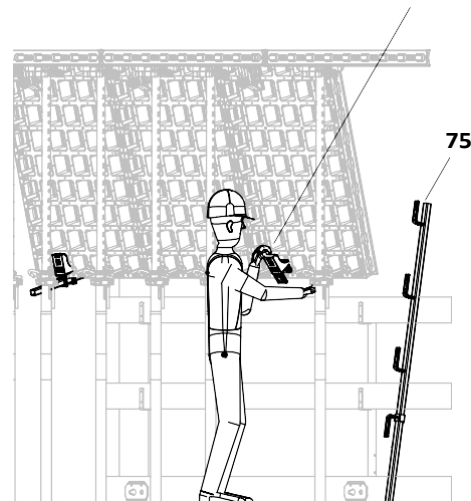

Fig. D4.02b
2. Поставете държача за стойки DUO (74) с плоската страна надолу в жлеба на елемента. (Fig. D4.02b)